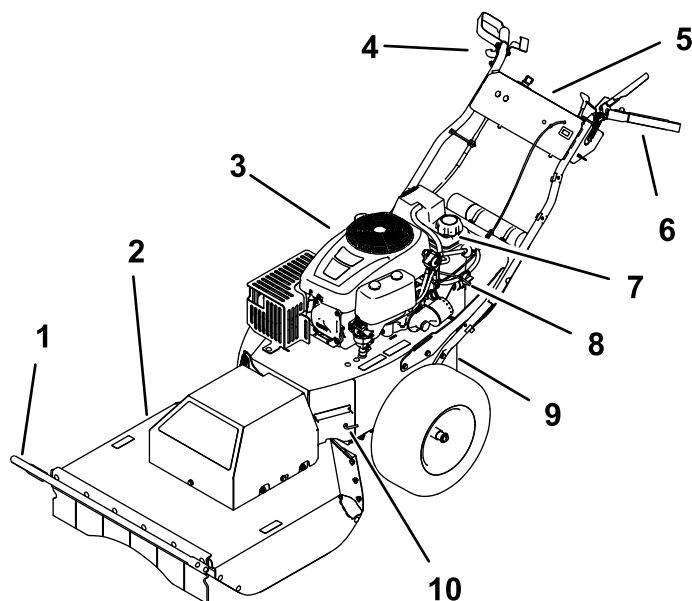
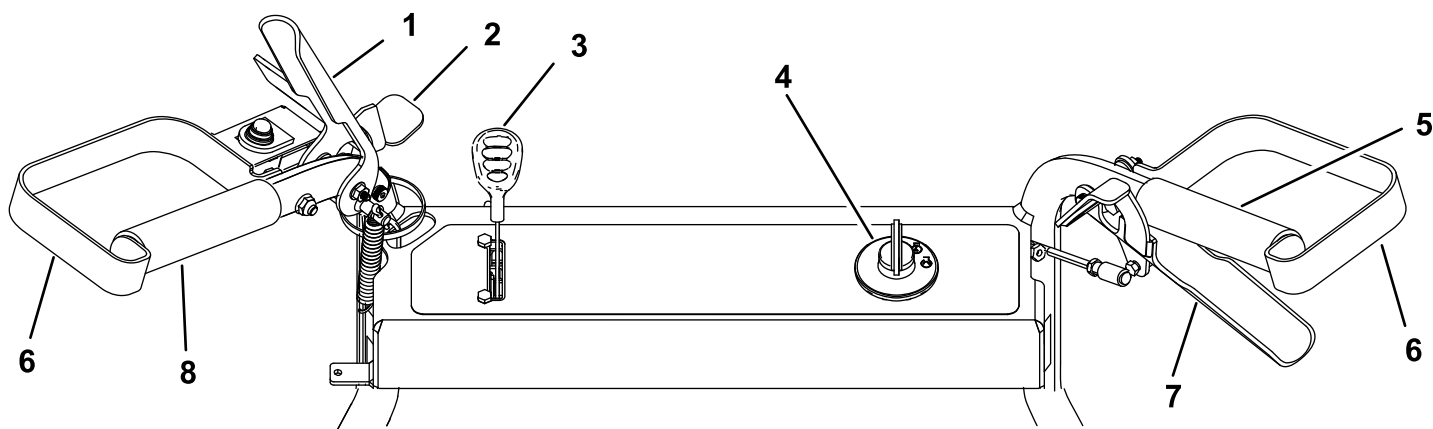

Figura 7
Figura 8
Familiarícese con todos los controles (Figura 7 y Figura 8) antes de arrancar el motor y trabajar con la máquina.
3. Limpie alrededor del tapón de combustible y retírelo (Figura 7).